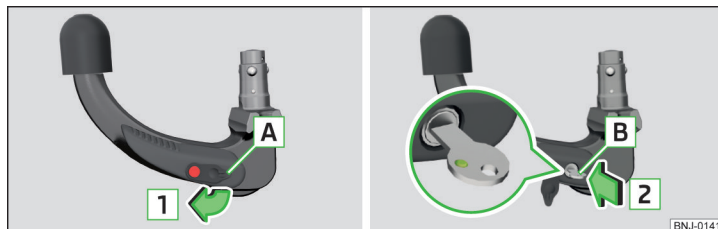

Fig. 243 Retire la tapa de la cerradura/introduzca la llave en la cerradura
- » Extraiga la tapa **A** de la cerradura en el sentido de la flecha **1** » fig. 243.